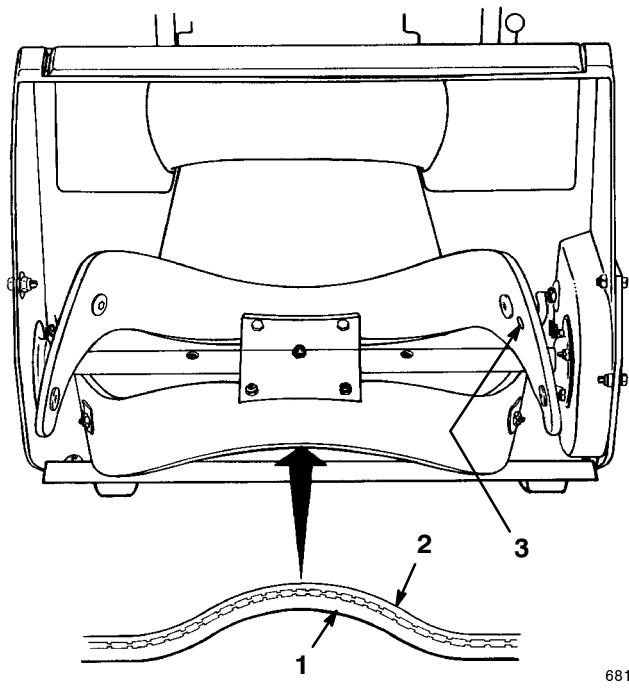

Figure 15
1. Examinez le bord de la pale neuve pour détecter la différence d'épaisseur (Fig. 15). Certaines pales portent un numéro de référence du côté épais.